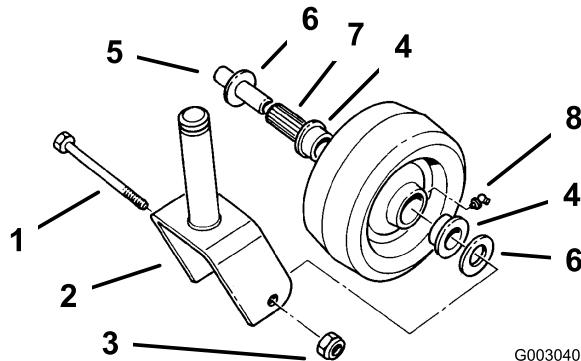

Figura 39
1. Retire la contratuerca y el perno que sujetan la rueda giratoria a la horquilla (Figura 39).
2. Retire un solo casquillo y tire del casquillo intermedio y del cojinete de rodillos para sacarlos del cubo de la rueda (Figura 39).
3. Retire el otro casquillo del cubo de la rueda y límpie la grasa y la suciedad del cubo de la rueda (Figura 39).
4. Inspeccione el cojinete de rodillos, los casquillos, el casquillo intermedio y el interior del cubo de la rueda para comprobar que no están desgastados. Cambie las piezas defectuosas o desgastadas (Figura 39).
5. Para montar el conjunto, coloque un casquillo en el cubo de la rueda. Engrase el cojinete de rodillos y el casquillo intermedio y deslícelos en el cubo de la rueda. Coloque el segundo casquillo en el cubo de la rueda (Figura 39).
6. Instale la rueda giratoria en la horquilla y fíjela con el perno y la contratuerca. Apriete la contratuerca hasta que el casquillo intermedio se apoye contra el interior de las horquillas de las ruedas giratorias (Figura 39).